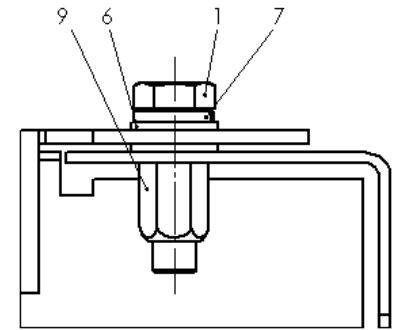

Abb. 9 / Fig. 9
- Gehäusedeckel montieren mit Schrauben M5 bzw. M6 entsprechend Abb. 9 und nachfolgende Anziehdrehmomente verwenden.
- Montage der Abdeckplatte mit 4 Schraubverbindungen gemäß Abb. 9
- Mount housing cover with screws M5 or M6 according to Fig. 9 and use subsequent tightening torques.
- Fasten the cover plate with 4 screw connections as per Fig. 9